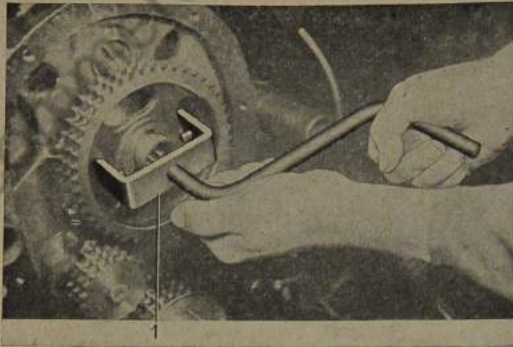

Bild 146: Nockenwelle einstellen
3. Nockenwellenrad aufstecken. Blattlehre 0,45 mm zwischen Stöbeleinstellschraube und Ventilschaft des 1. Einlaßventiles führen und an der Nockenwelle drehen (Bild 146) bis die Blattlehre gerade festgeklemmt wird, d. h. das Einlaßventil beginnt anzuheben.